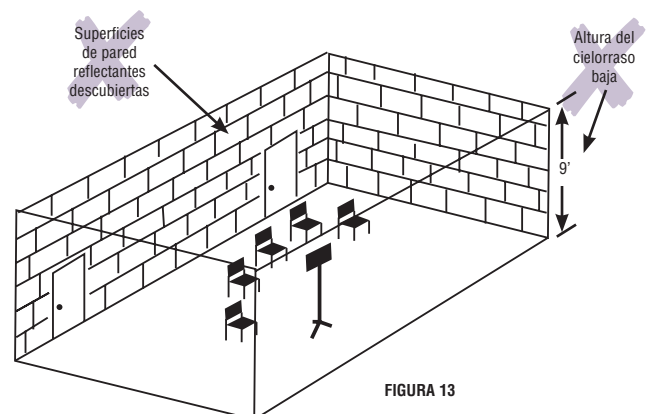

FIGURA 13
- Evalúe las superficies de la sala. ¿Está rodeado de materiales duros y reflectantes en su cielorraso, pisos y paredes (figura 13)? De ser así, el volumen excesivo es solo uno de los problemas que escucha (consulte también la sección sobre ecos y ondas estacionarias en la página 17).